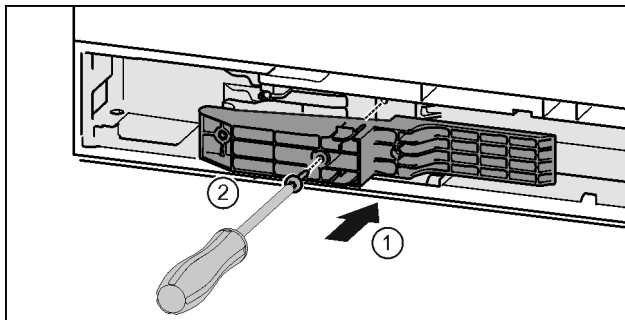

Fig. 43*
- ▶ Adapterstück auf der Griffseite in die Aussparung einsetzen. Fig. 43 (1)*
- ▶ Schrauben mit Schraubendreher T15 festschrauben. Fig. 43 (2)*